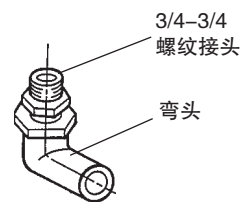

图6
3)如图6所示，将3/4-3/4螺纹接头(附件)连接到弯头(附件)上。并使用P.T.F.E.胶带和/或合适的密封剂密封，以防止接头漏水。